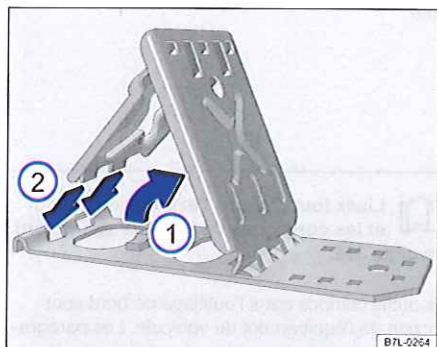

Fig. 219 Montage des cales pliantes
- Soulevez la plaque d'appui ⇒ fig. 219 ①.
- Dégagez la plaque d'arrêt et insérez complètement les deux « ergots » de la plaque d'arrêt dans les trous oblongs de la plaque de base ②.